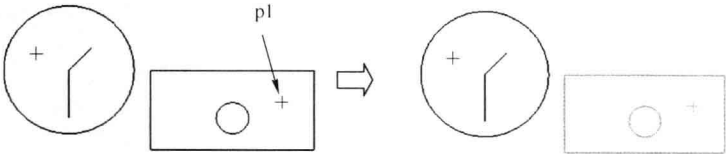

图 1-14 “范围”选择方式
③ “多边形”：与视窗选择类似。采用“多边形”选择方式选择图素时，用鼠标在绘图区指定几个点，拖拉出一个封闭多边形区域。“多边形”选择方式也常配合交叉方式选择栏的五种交叉方式进行选择。
④ “单体”：在选择图素时，单击图素则该图素即被选中。
⑤ “范围”：选择此命令，用户可以通过选择封闭区域内的某一点来选择一组几何图形。选择封闭区域内点 p1 的区域选择结果如图 1-14 所示。